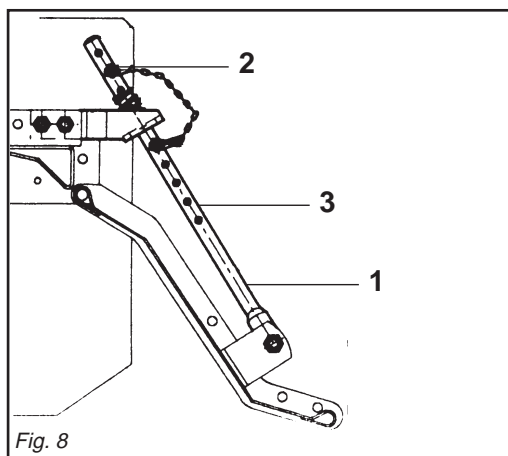

Fig. 8
- 6 - Il martinetto a molla (1 Fig. 8) oltre a sostenere la lamiera livellatrice ed ammortizzarla nel trasporto su strada, serve a evitare il ribaltamento della zappatrice durante il parcheggio.
- 6 - *Besides supporting the levelling plate and acting as a shock absorber for it during road transport, the spring ram (1 Fig. 8) prevents the steerage hoe*
- 6- Die Federwinde (1 Abb. 8) trägt nicht nur das Planierschild und dient beim Straßen-transport zur Dämpfung von Stößen, sondern sie soll auch verhindern, daß die
- 6 - *Le vérin à ressort (1 Fig. 8) sert de soutien à la tôle de nivellement et de suspension pendant le transport sur route, pour éviter le basculement du cultivateur lors du stationnement.*
- 6 - El gato de resorte (1 Fig. 8), además de sostener la chapa de nivelación y protegerla durante el transporte en carretera, sirve para evitar el vuelco
A seconda della posizione, determinata dalla copiglia (2 Fig. 8) sui vari fori posti nel tubo del martinetto (3 Fig. 8) si riesce ad aumentare o diminuire l'effetto della lamiera livellante sul terreno.
from overturning when parking. The effect of the levelling plate on the soil can be increased or decreased depending on the position, established by the split pin (2 Fig. 8) in the various holes in the ram tube (3 Fig. 8).
Hackfräse während des Parkens umkippt. Je nach der Position, die durch den Splint (2 Abb. 8) in den verschiedenen Löchern des Windenrohres (3 Abb. 8) festgelegt wird, kann die Wirkung des Planierschildes auf den Boden erhöht oder verringert werden.
en changeant la position de la goupille (2 Fig. 8) dans les différents trous du tube du vérin (3 Fig. 8).
de la binadora durante el estacionamiento. De acuerdo a la posición, determinada por el pasador (2 Fig. 8) en los diversos orificios del tubo del gato (3 Fig. 8) se logra aumentar o disminuir el efecto de la chapa de nivelación sobre el terreno.